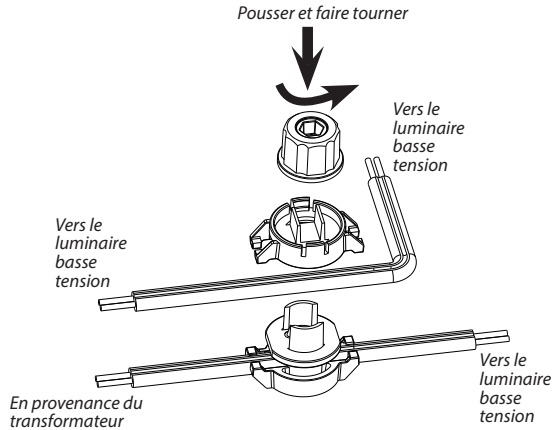

Fig. 1
2. Faites passer l'un des câbles dans le canal inférieur, puis l'autre dans le canal supérieur, comme illustré dans la Fig. 1.